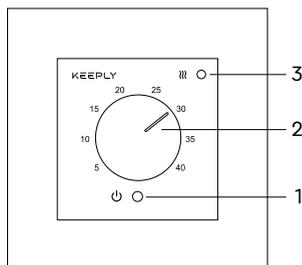

Рис. 3
2. Переведите регулятор **2** указателем на 15–20 градусов. На лицевой панели внизу загорится индикатор питания **1** (рис. 3).